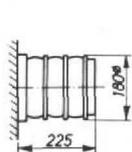

Abb. 2. Puffer aus der Frühzeit der Eisenbahn, anfänglich starr, später gummigefedert.
• Zeichnungen der Abb. 2–7 im Maßstab 4:1 für H0, jedoch mit Originalmaßangaben. •
Die Main-Weser- und Main-Neckar-Bahn sowie einige andere westdeutsche Bahnen bedienten sich einer Art federnder Einhängenkupplung, die Zug- und Stoßkräfte übertrug und praktisch die Seitenpuffer überflüssig machte, also eine ideale Lösung für das Kuppeln von Wagen mit verschiedenen Puffersystemen bot. In den Abb. 2–6 sind eine Reihe damals verwendeter Puffer abgebildet. Auffallend ist die Verwendung von Gummischeiben als Federelement. Man beherrschte die Herstellung von Stahlfedern noch nicht so gut,